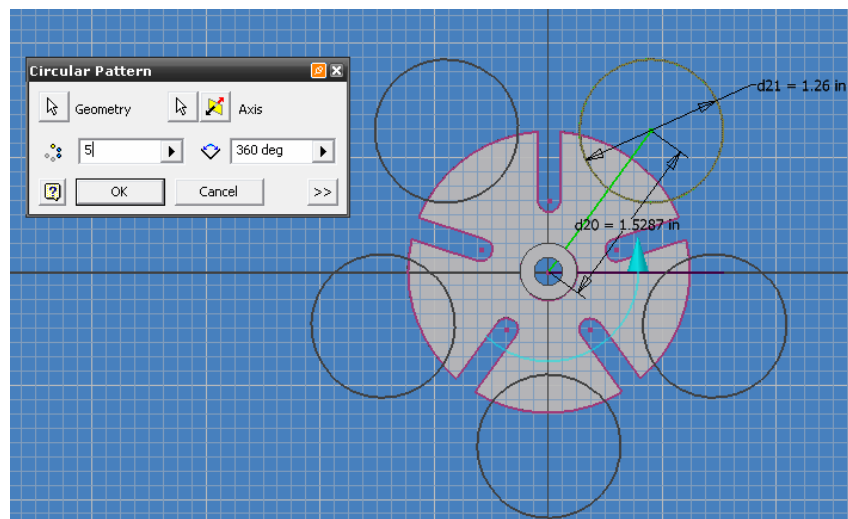

Figura 4.25 Vista previa del comando CIRCULAR PATTERN.
29.- Use el comando CIRCULAR PATTERN y seleccione como geometría el círculo creado, tal y como se muestra en la figura 4.25.